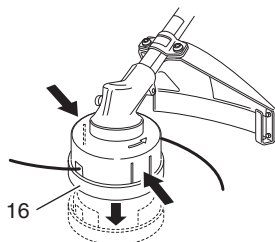

Fig. 21
- (1) Retire la caja (16) pulsando firmemente hacia dentro las pestañas de bloqueo con los pulgares, tal y como se muestra en la Fig. 21.